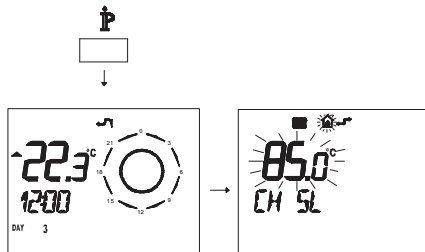

Fig. 5.45
- Premere per più di 3 secondi il pulsante **IP** per entrare in modalità **INFO** (Fig. 5.45).